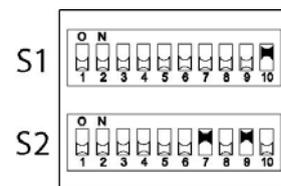

Fig. 21
1. Die folgenden DIL-Schalter auf Schalterblock S2 nach oben auf ON schalten (Abb.21).